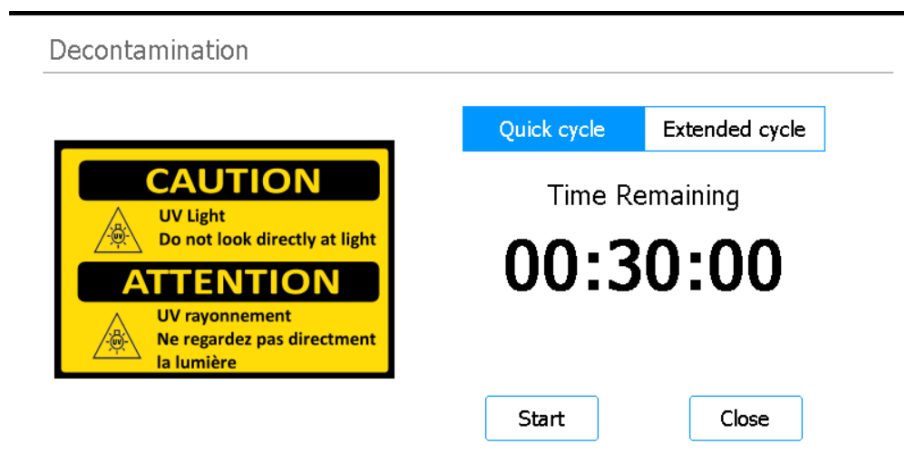

Figura 21 Schermata Decontamination con Quick cycle (il ciclo rapido) selezionato
- 3 Nella parte superiore della schermata, selezionare **Quick cycle**, come mostrato nella Figura 21.